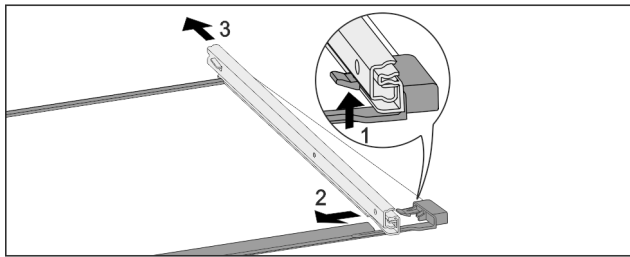

Fig. 81 Skleněná deska s kolejničkami
- ▶ Přední aretační háček zatlačte nahoru. Fig. 81 (1)
- ▶ Výsuvnou kolejničku vysuňte stranou Fig. 81 (2) a dozadu Fig. 81 (3).